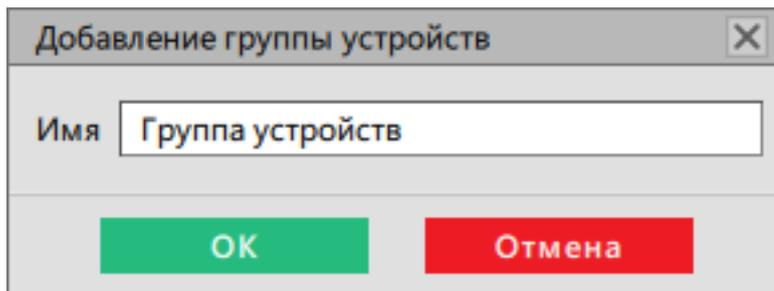

Рисунок 171 - Добавление группы устройств
2. Впишите имя группы и нажмите **ОК** (Рисунок 171).